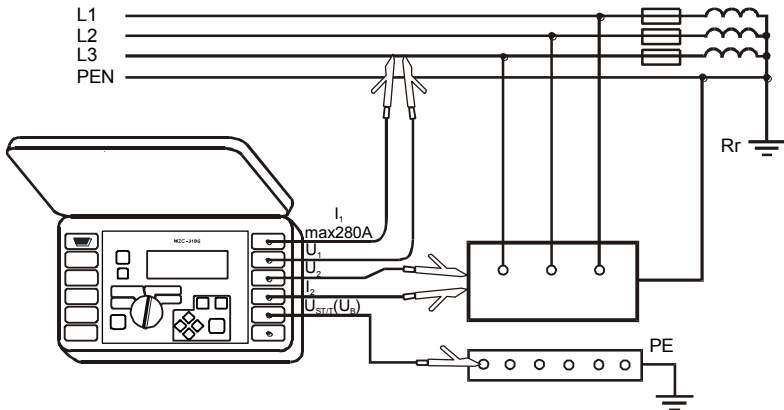
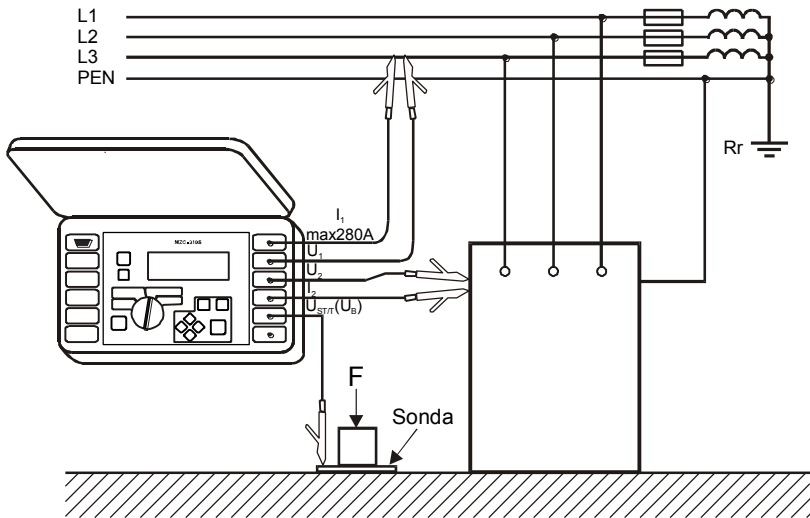

Ilustración18. Medición de la tensión táctil U_{ST}
Ilustración19. Medición de la tensión táctil de electrocución U_T
En la función de medición de los parámetros del loop de cortocircuito (2p o 4p), el dispositivo mide la tensión y la frecuencia en la red de la manera descrita en el punto 7.6. Sus valores aparecen en la parte inferior de la pantalla. El índice junto al símbolo de la tensión U indica si se mide la tensión fásica - U_{LN} , interfásica - U_{LL} , o si el valor de la tensión excede los límites de las áreas indicadas en la Ilustración19. - U_{Σ} . Los mismos principios de determinación se aplican para la tensión medida durante la medición de la impedancia del loop de cortocircuito.
- conectar los cables de medición según la Ilustración18 para U_{ST} o como en la Ilustración19 U_T
La medición de la tensión táctil de electrocución U_T se realiza tras haber activado en el medidor un resistor adicional del valor de 1k Ω entre las terminales U_2 y $U_{ST/T}$ (U_B). El resistor refleja la resistencia del ser humano y la terminal $U_{ST/T}$ (U_B) se conecta con el electrodo (sonda) que simula los pies de un ser humano, y que se coloca en el piso (Ilustración19). Su realización y carga se describen en las normas referentes.